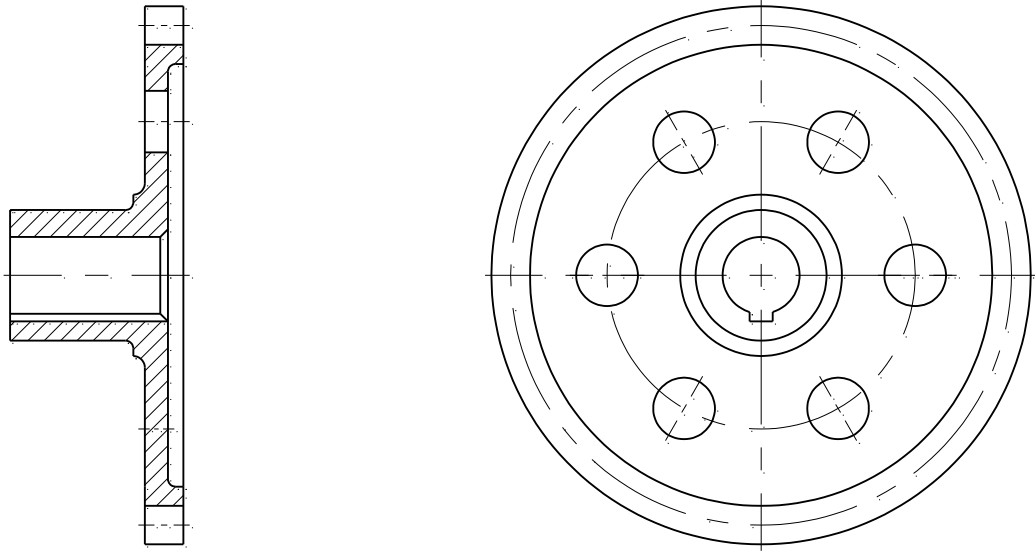

Рисунок 2.9 – Чертеж зубчатого колеса без размеров
2. Открыть чертеж, выданный преподавателем (рисунок 2.9).